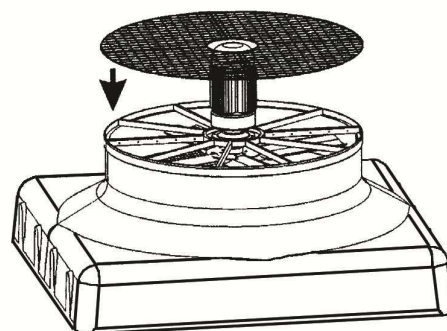

Fig. 14
- a) Check that the grating to protect the fan is assembled, otherwise assemble (Fig 14).
- a) Vérifier si la grille de protection du ventilateur est montée, dans le cas contraire, la monter (fig. 14).
- a) Comprobar si se encuentra montada la rejilla de protección del ventilador, en caso de no ser así, montarla (fig. 14).